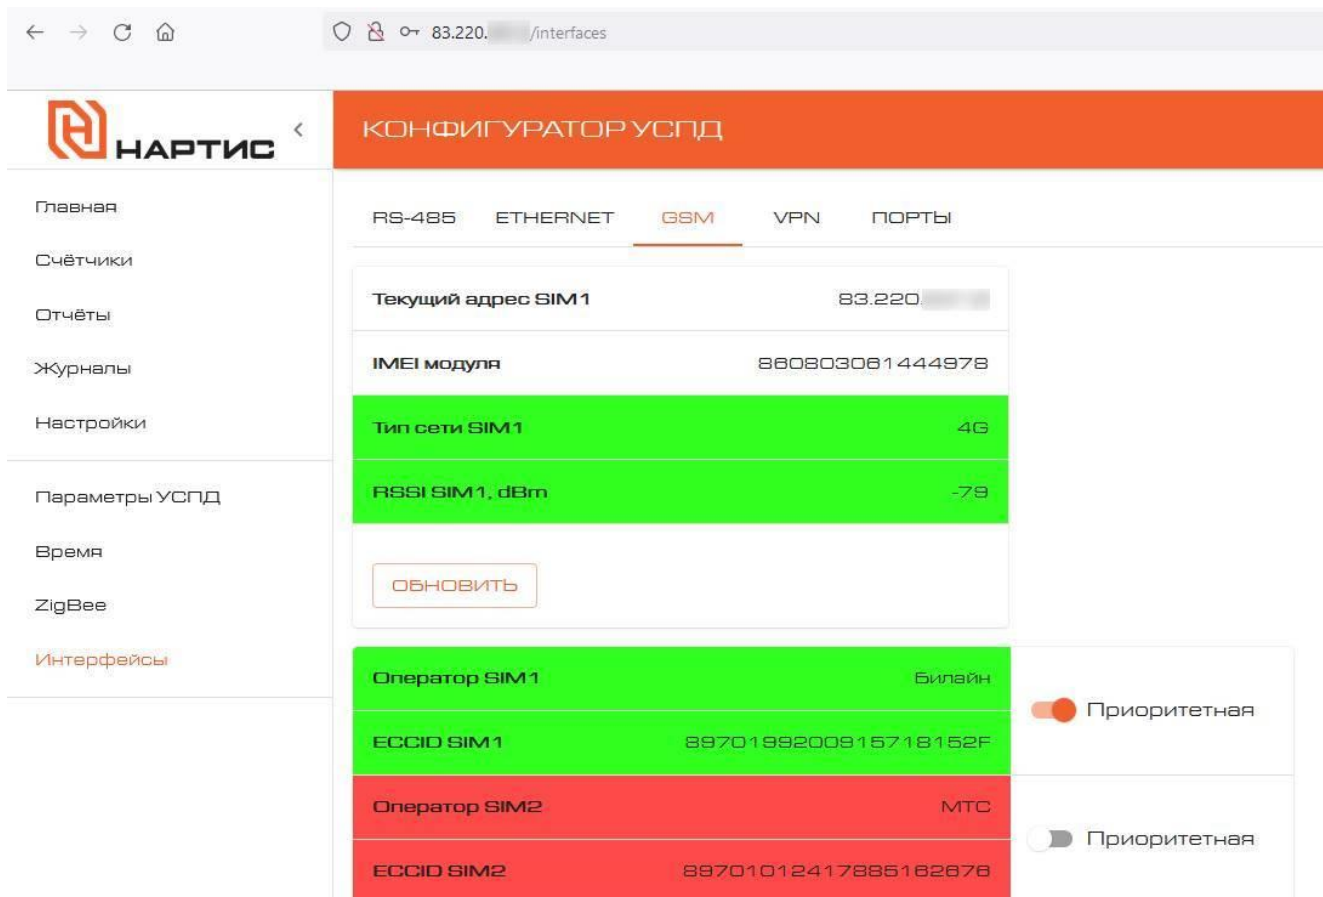

Рисунок 8
9) После настройки следует удостовериться в возможности установления соединения с сетью GSM и удаленного подключения УСПД. Для этого введите в строку браузера IP, полученное в п.п. 3.2.3.4, 4), авторизуйтесь согласно п.п. 3.2.3.4, 5). После авторизации станет доступен конфигуратор УСПД (рисунок 8).